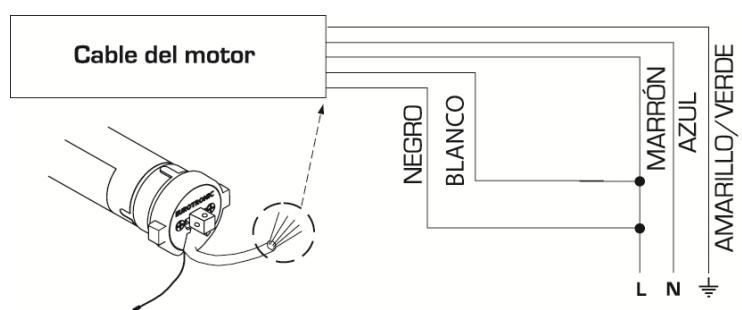

FIG 2
- . Conecte los cables tal y como se indica en el dibujo adjunto FIG 2.